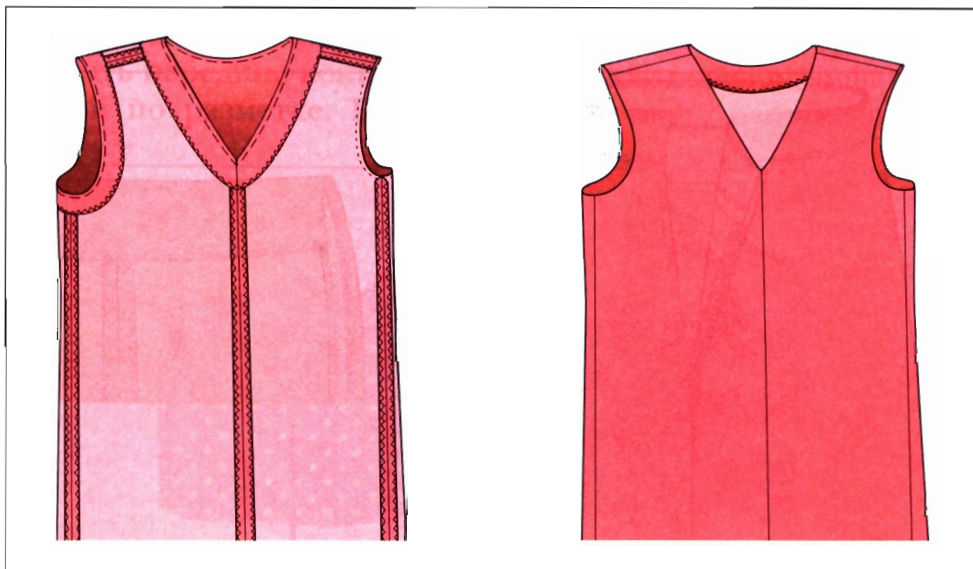

Рис. 48. Обработка срезов платья
5. Обтачать проймы обтачками (рис. 48).